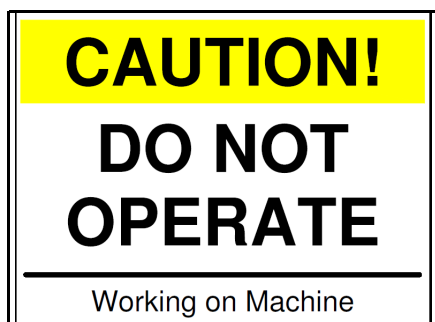

図 2-13 : 警告標識
6. モニターに「注意」の標識を置きます (図 2-13)。